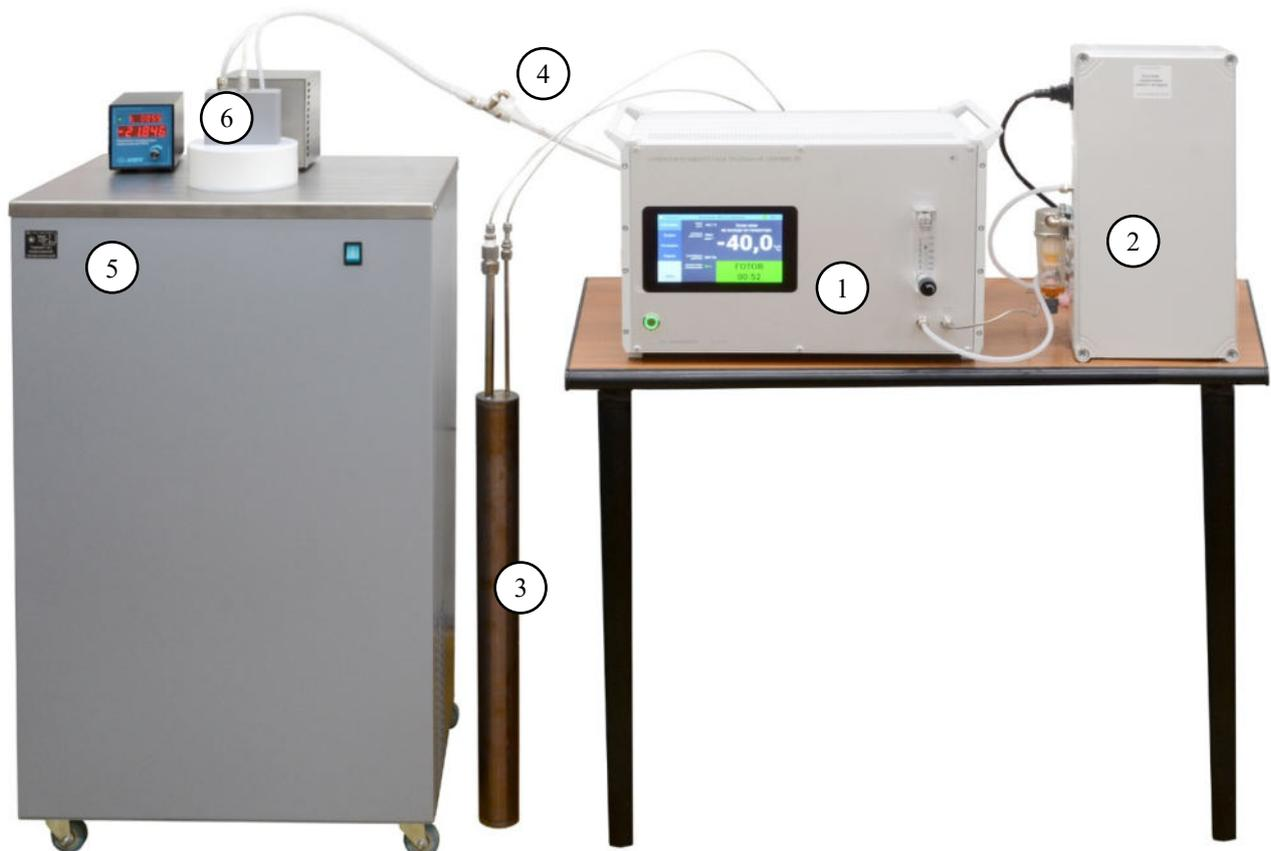

Рисунок 1 - Внешний вид генератора.
В состав генератора входят (см. Рисунок 1):
Внешний насытитель, устанавливаемый в рабочий объем термостата (Рисунок 1– (6)), подключается к блоку генератора (Рисунок 1 – (1)) тремя трубками: